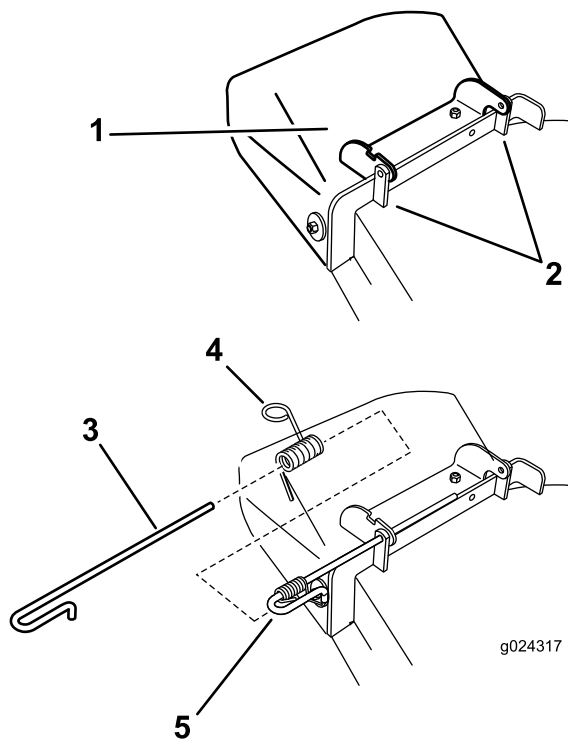

Figure 67
- Désengagez le ressort du cran dans le support de déflecteur et sortez la tige des supports soudés du tablier, du ressort et du déflecteur d'éjection (Figure 67).
3. Positionnez le nouveau déflecteur d'éjection en plaçant les extrémités du support entre les supports soudés du tablier, comme illustré à la Figure 67.